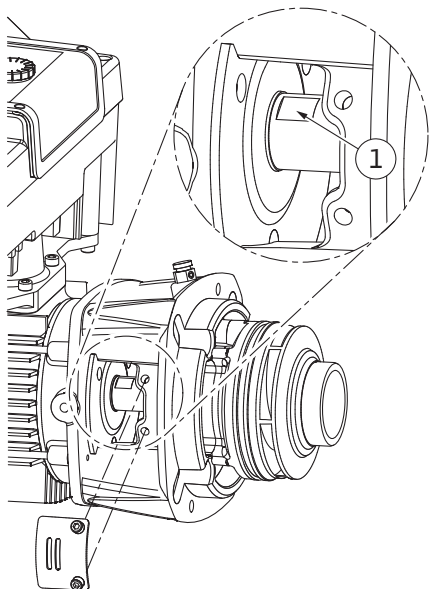

Fig. 105: Plochy klíče na hřídeli
14. Do okna lucerny zasuňte otevřený klíč, (velikost 22 mm) a držte hřídel na plochách klíče (Fig. 105, poz. 1). Vyšroubujte matici oběžného kola (Fig. I, poz. 22). Dojde k automatickému stažení oběžného kola (Fig. I, poz. 21) z hřídele.
3. Do okna lucerny zasuňte otevřený klíč, (velikost 22 mm) a držte hřídel na plochách klíče (Fig. 105, poz. 1).
10. Do okna lucerny (Fig. IV, poz. 38) zasuňte otevřený klíč, (velikost 32 mm) a držte hřídel na plochách klíče (Fig. 105, poz. 1). Namontujte oběžné kolo s podložkou/podložkami a maticí. Matici dotáhněte. Zabraňte poškozením mechanické ucpávky vzpříčením.